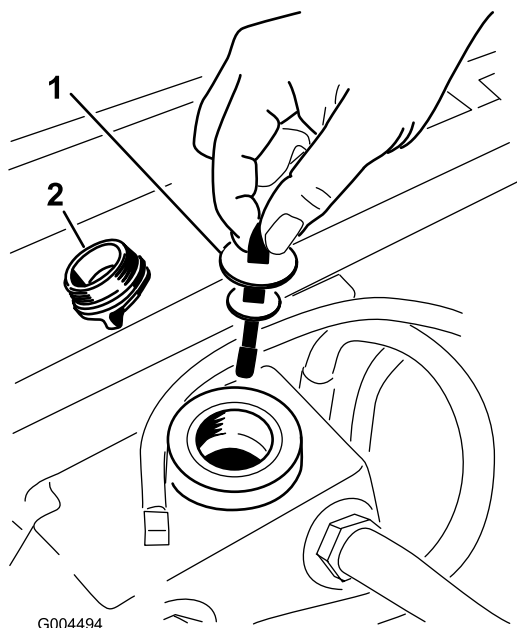

Рисунок 63
5. Снимите крышку заливной горловины бака гидравлической жидкости (Рисунок 63).
6. Выверните масляный щуп и протрите его чистой ветошью (Рисунок 63).
7. Вставьте измерительный щуп в заливную горловину; затем извлеките его и проверьте уровень жидкости (Рисунок 63).